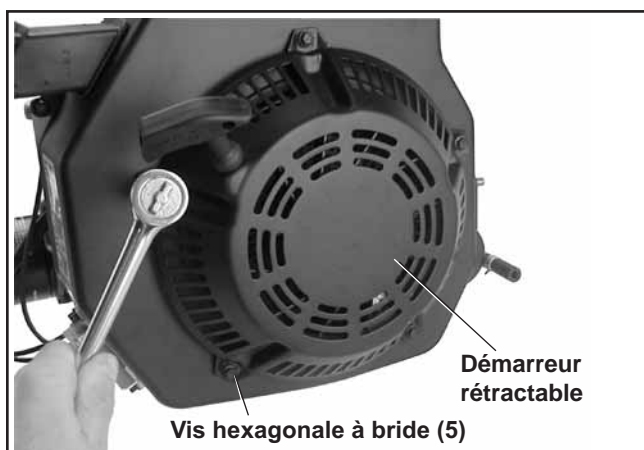

Figure 9-13. Dépose du démarreur rétractable.
1. Retirer les cinq vis hexagonales à brides et le démarreur rétractable. Voir la figure 9-13.